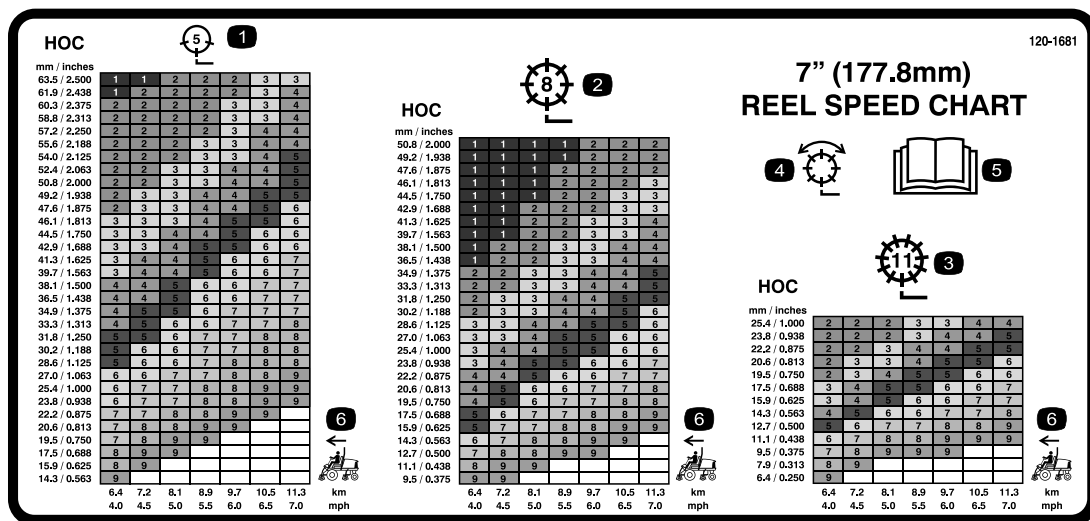

Figura 33
3. Usando el gráfico apropiado de la pegatina (Figura 33), determine el ajuste correcto para la velocidad de los molinetes.